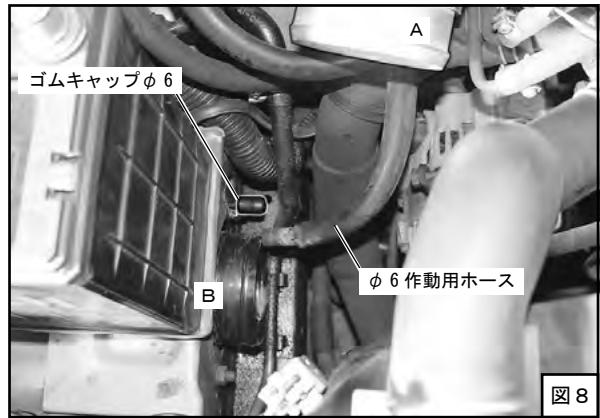
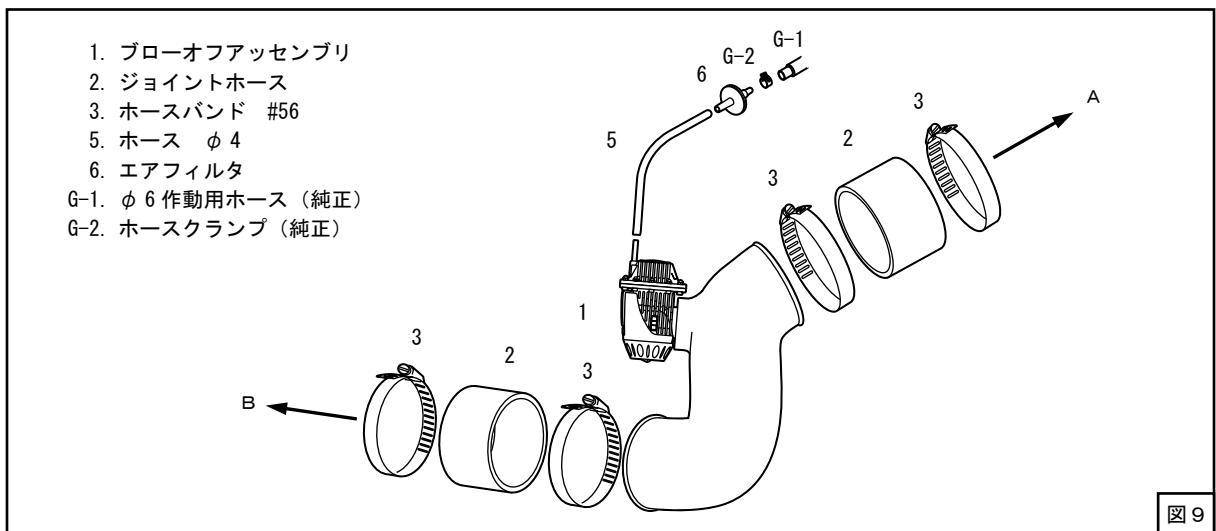
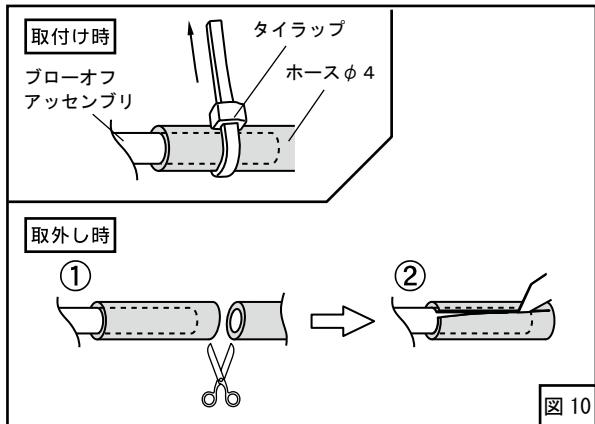

図 8
図 9
図 10
(2) ϕ 6 作動用ホースを抜いたニップルにゴムキャップ ϕ 6 を取付けてください。 (図 8)
(3) ϕ 6 作動用ホースにエアフィルタとホース ϕ 4 を取付けてください。 (図 9)
(4) ブローオフアッセンブリを取り付けてください。
(図 8、図 9)
ホース ϕ 4 は適当な長さに（ある程度余裕を持たせて）切って使用してください。 (図 9)
(図 9、図 10)
ブローオファッセンブリを取外す時など、ホース φ 4 をブローオファッセンブリから抜く際は、タイラップを外した後、一度ホース φ 4 を切断し切り込みを入れてから取外してください。(図 10)